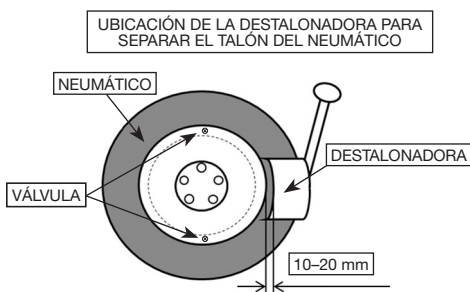

Fig. 1
1. Coloque el neumático o la rueda de manera que el vástago de la válvula se ubique en la posición de las 6 o las 12 en punto en todo momento mientras se separa el talón. (ver Fig. 1)